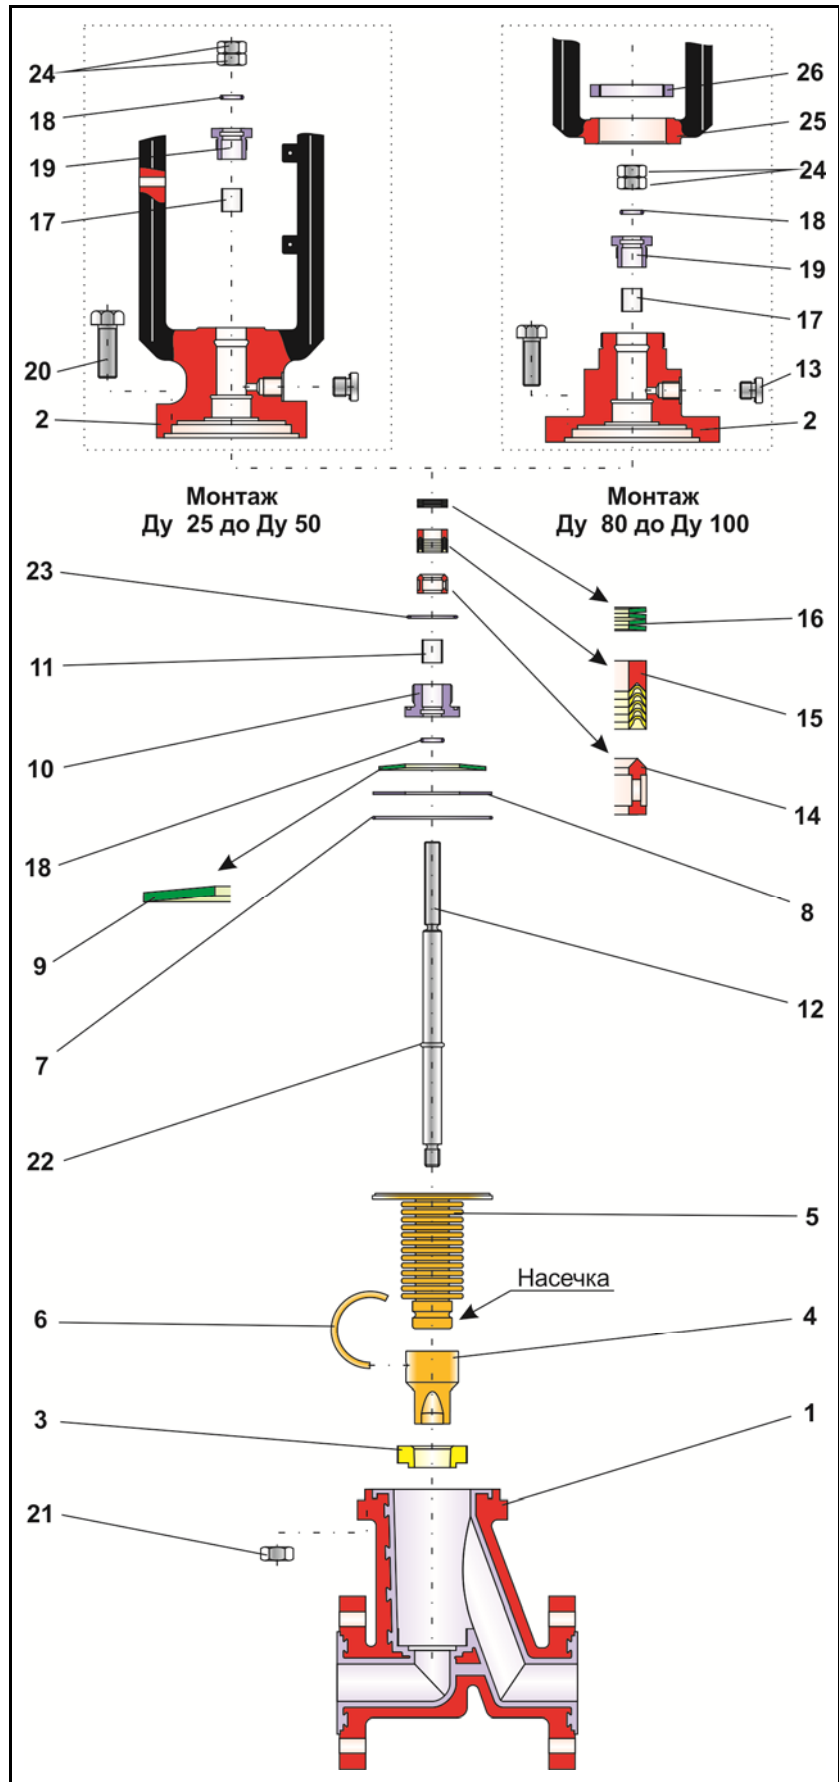

Рис. 3 – Детальная схема регулирующего клапана BR 1b, выпущенного после 2006 г.
Важно: При сборке обязательно следует учитывать расположение и порядок установки деталей согласно детальной схеме (рис. 3).
Вложить пакет тарельчатых пружин (16) в предусмотренное для этого отверстие. Порядок расположения тарельчатых пружин приводится на детальной схеме клапана (рис. 3). Затем последовательно устанавливается последнее кольцо, сальники уплотнительной манжеты (15) и дистанционный валик (14). Порядок расположения деталей приводится на детальной схеме клапана (рис. 3).
Вставить тарельчатую пружину (9), упорную шайбу (8) и кольцо (7) в фланец крышки (2). Порядок расположения деталей приводится на детальной схеме клапана (рис. 3).